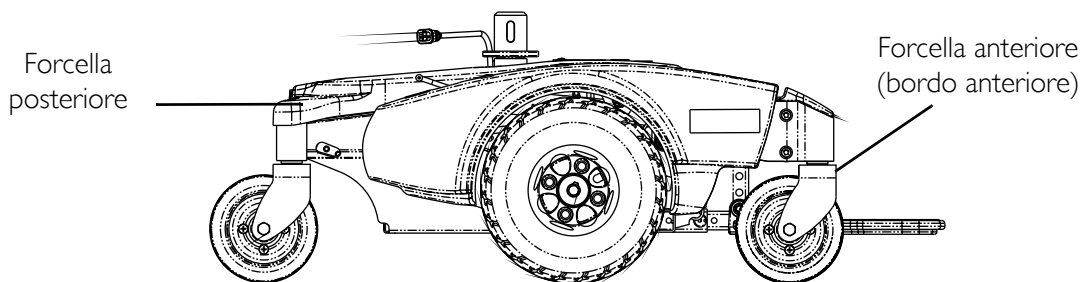

FIGURA 3.4 Trasporto/Scale
NOTA: Per questa procedura, vedere la FIGURA 3.4.
5. Assicurarsi che le ruote girevoli siano orientate come indicato in FIGURA 3.4.
6. Utilizzando le forcelle posteriori e anteriori come supporto per la presa manuale, trasportare la base mobile della carrozzina nel luogo desiderato. Vedere FIGURA 3.4.